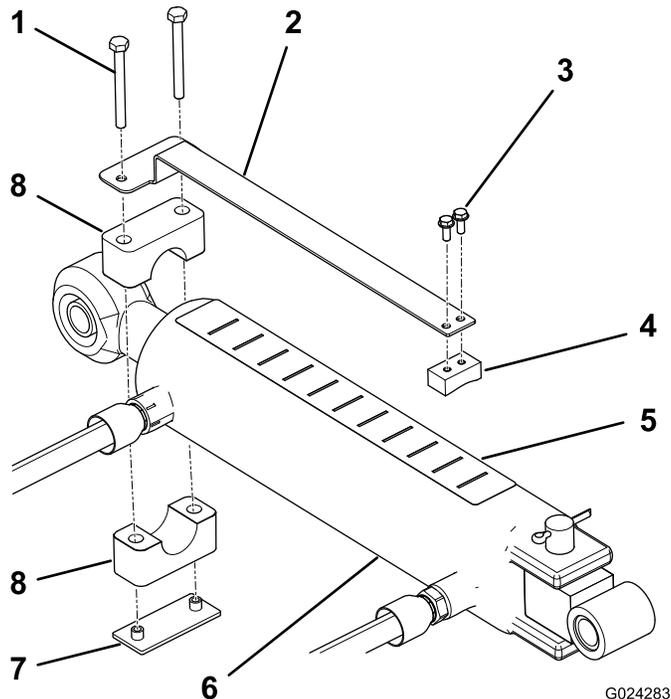

図 9
1. スライドブロックの平らな面に深さゲージを取り付ける ; #10 x 1/2 インチのねじ (2本) を使用し、各部材を図 9のように配置する。
2. チューブクランプ、溶接プレート、および 1/4 x 2-1/2 インチねじ2本を使って、深さゲージを上リンクシリンダのロッドの先端部に仮止めする (図 9)。適当な位置に自由に回せるようにクランプはゆるく止めておくこと。
4. シリンダの上部に深さ表示ステッカーを貼り付ける。オペレータから見える位置で、かつ、油圧ホースなどの配置を邪魔しない位置を選んで貼り付けること (図 9)。ステッカーの最後 (J という文字で終わる) がエアレータに向くように貼り付ける。